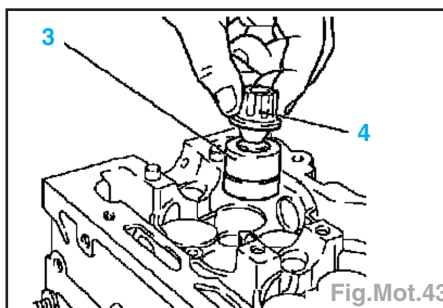

Fig.Mot.43
- Déposer les poussoirs hydrauliques (3) à l'aide de l'outil réf KM-845 (4) (Fig.Mot.43).